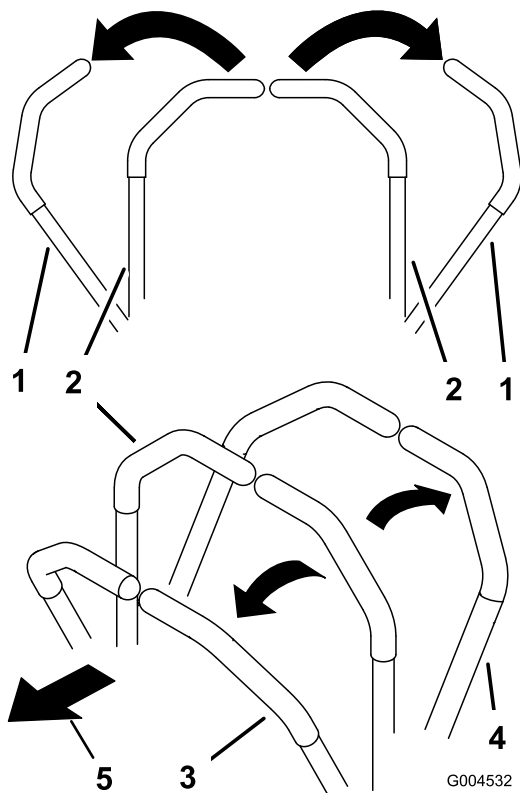

Figure 18
1. Mettez les leviers de commande de déplacement (Figure 18) en position de verrouillage au point mort.
- Pour vous déplacer en ligne droite en marche avant, poussez lentement les leviers de commande de déplacement vers l'avant (Figure 18).
- Pour vous déplacer en ligne droite en marche arrière, tirez doucement les leviers en arrière (Figure 18).
- Pour tourner, ralentissez la machine en tirant les deux leviers en arrière puis poussez en avant le levier du côté opposé à celui que vous voulez prendre (Figure 18).